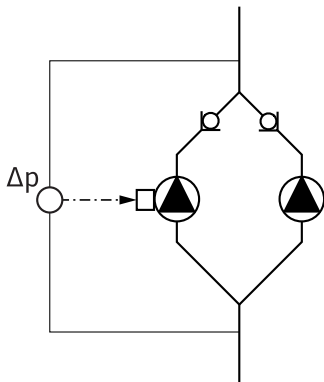

Fig. 13: Ejemplo, conexión de sonda de presión diferencial
- En el ejemplo de la Fig. 13, la bomba principal es la que está a la izquierda según el sentido del flujo. Conecte la sonda de presión diferencial a esta bomba.
Los puntos de medición de la sonda de presión diferencial de la bomba principal deben estar en el tubo colector correspondiente en el lado de aspiración y de impulsión del sistema de bomba doble (Fig. 13).